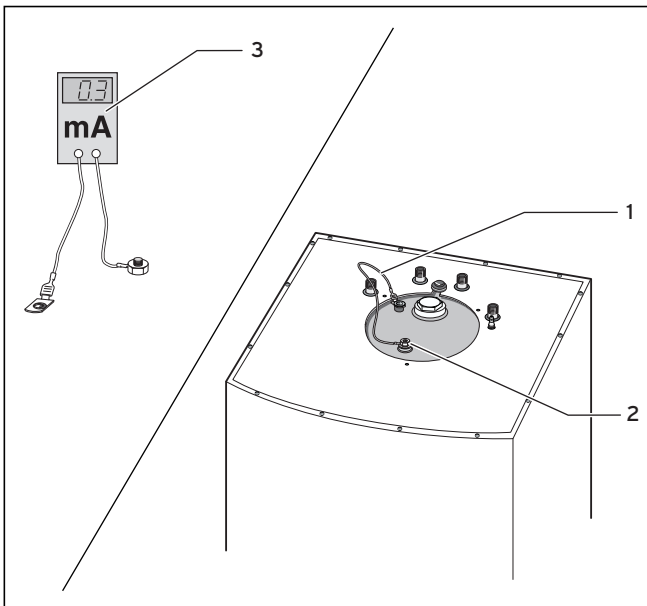

Abb. 5.1 Wartung der Schutzanode
- Beachten Sie die „Warm-“ und „Kaltwasser-Seite“ in Abb. 5.1.